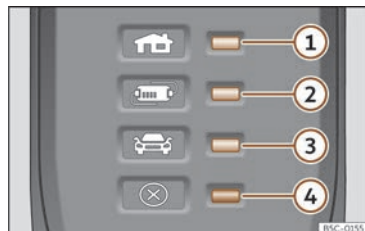

Fig. 67 Sur le câble de charge pour prises de courant : Témoins de contrôle sur le dispositif de protection.
>>> **fig. 67:**
Le dispositif électronique de protection >>> **fig. 67** fait que le connecteur de charge demeure sans courant tant que la prise de charge du véhicule n'est pas branchée.
Un ou plusieurs des témoins de contrôle >>> **fig. 67** ①, ② ou ③ s'allument en vert.
Indication >>> fig. 67	Signification
①, ④ clignotent	Le connecteur pour l'habitation a beaucoup chauffé.
②, ④ clignotent	Le dispositif de protection a beaucoup chauffé.
Si l'opération de charge continue avec un courant inférieur, le témoin d'alerte >>> **fig. 67** ④ clignote en rouge en plus de l'indicateur de fonctionnement.
- Si une déconnexion ou une réduction du courant de charge se produit à nouveau et que l'exposition à une source de chaleur externe ne semble pas en être la cause, notez que le témoin de contrôle vert clignote >>> **fig. 67**. Pour vérifier le câble de charge, adressez-vous à un concessionnaire spécialisé CUPRA ou à tout concessionnaire du réseau SEAT. Pour la vérification de la connexion de l'infrastructure, adressez-vous à un établissement spécialisé en installations électriques.
Si le témoin d'alerte ④ rouge clignote ou s'allume sans qu'un des témoins de contrôle >>> fig. 67 ①, ② ou ③ de l'indicateur de fonctionnement soit allumé en permanence, il y a une panne.